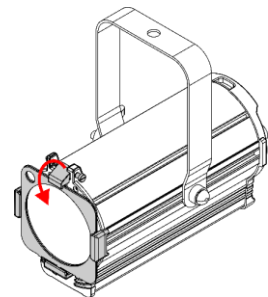

Abb. 12
- 04) Drücken Sie die **Farbrahmenklammer (02)** wieder nach unten, um die **federbelastete Schraube (01)** freizugeben (siehe Abb. 12). Der Farbrahmen wird dadurch fixiert.